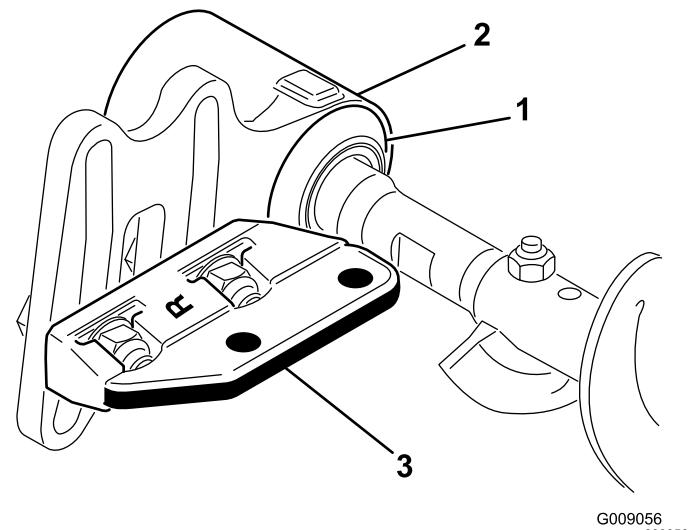

Figura 26
11. Fate scorrere ogni guarnizione verso l'esterno fino a creare un leggero contatto tra le guarnizioni a labbro e ogni alloggiamento dei cuscinetti (Figura 26).